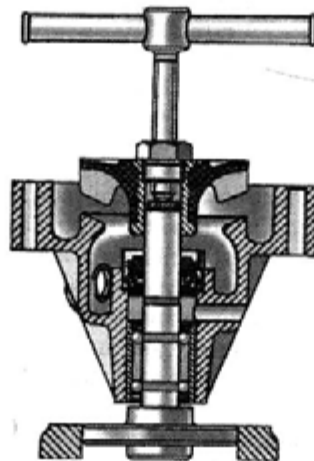

Рис. 4.1.73. Снятие крыльчатки водяного насоса
- снять съемником крыльчатку (рис. 4.1.73);